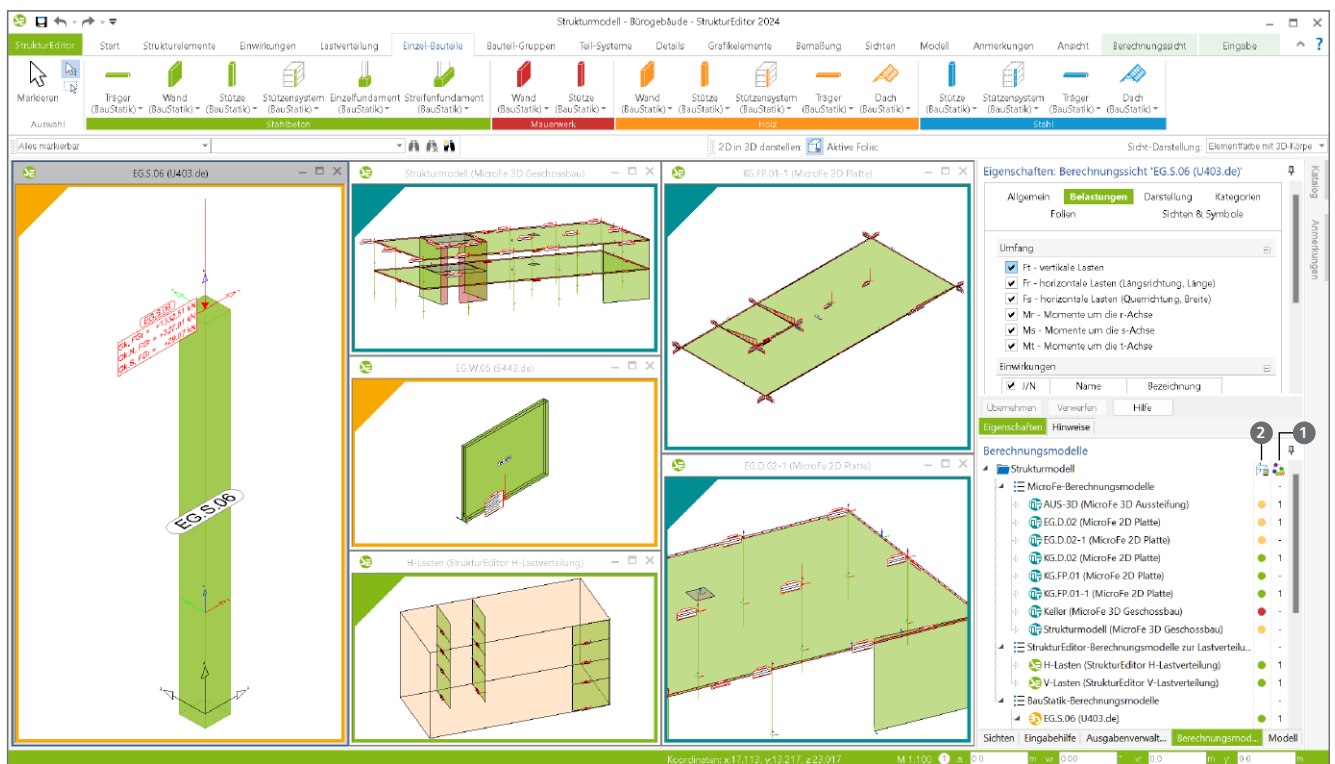

Bild 1. StrukturEditor-Modell mit verschiedenen Berechnungsmodellen
Im Regelfall erscheint hier eine „1“, (Bild 1, ❶) wenn z.B. das Berechnungsmodell einer Geschossdecke in ein Bemessungsmodell in MicroFe überführt wurde. Die Mehrfachverwendung eines Berechnungsmodells für mehrere Bemessungsmodelle
Die Markierung in der linken Spalte beschreibt über einen farbigen Code (Bild 1, ❷) den Zustand des Berechnungsmodells (Status der Freigabe):